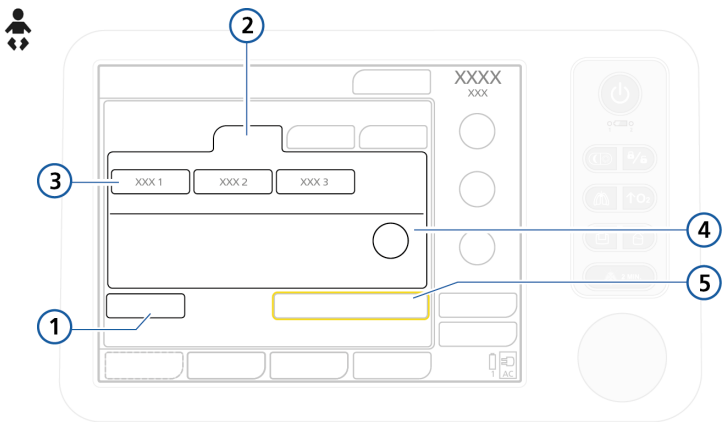

图 4-3. 病人设置 / 待机窗口（新生儿）
- **新生儿**。针对新生儿病人（图 4-3）。欲获取年龄和体重范围，请参阅表 4-1。